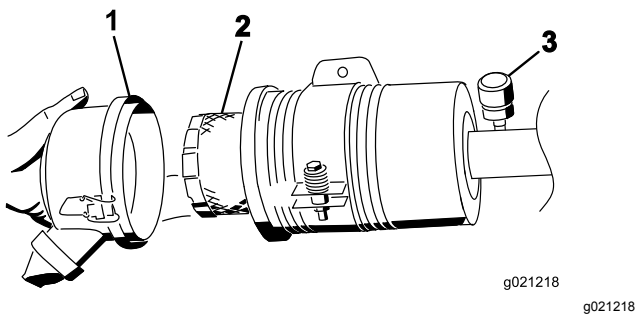

Figure 71
- Déposez et remplacez le filtre (Figure 71).